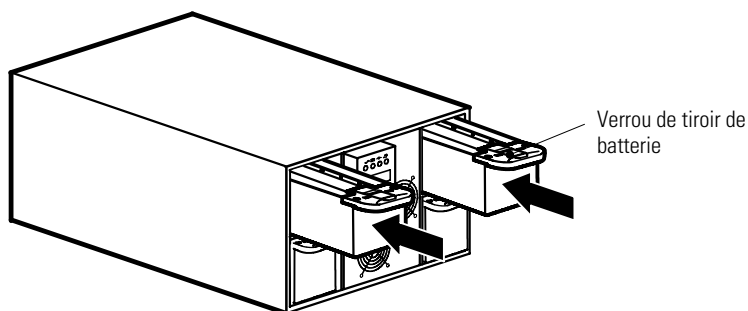

Figure 5. Installation des tiroirs de batterie
1. Assurez-vous que les disjoncteurs de sortie sur le panneau arrière de l'onduleur sont en position OFF (O).
2. Faites glisser les tiroirs de batterie dans l'unité (voir la Figure 5). Poussez chaque tiroir jusqu'à ce qu'il se verrouille sur les poignées pour qu'il soit bien en place.